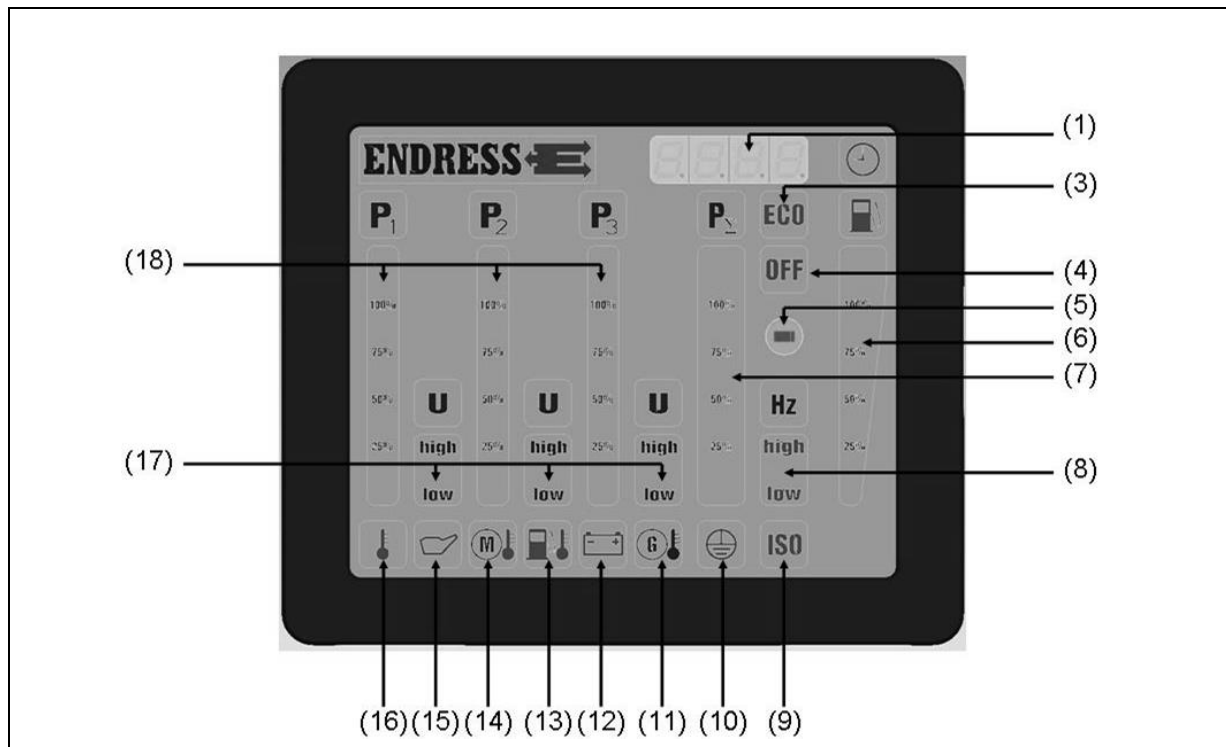

Abb. 4-5: Multifunktionsdisplay
- NOT-AUS-Taster:** Leuchtet das Symbol „OFF“ (siehe Abb. 4-5-(4)) rot und der Buzzer ertönt, wurde der NOT-AUS-Taster gedrückt. Der Buzzer kann mithilfe der Quittierungstaste quittiert werden.
- Frequenz:** Leuchtet die Anzeige (siehe Abb. 4-5-(8)) grün, befindet sich die Frequenz im korrekten Bereich (47,5-52,5 Hz).
Phasen L1-L2-L3: Für einzelnen Phasen L1 bis L3 (*siehe Abb. 4-5-(18)*) wird jeweils einzeln angezeigt:
Spannung (U) (*siehe Abb. 4-5-(17)*):
Belastung (P) (*siehe Abb. 4-5-(18)*):
- ✓ Das Symbol am Display (*siehe Abb. 4-5-(8)*) zeigt das Ergebnis an: